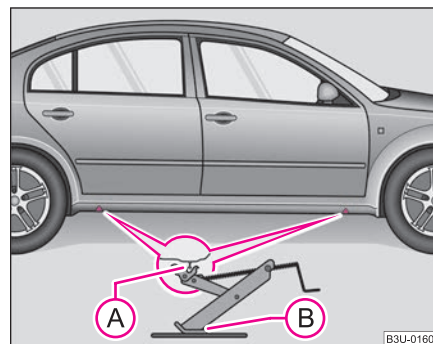

Fig. 195 Înlocuirea roții: Puncte pentru fixarea cricului
- Pentru ridicarea autovehiculului căutați punctul de fixare a cricului cel mai apropiat de roata defectă ⇒ pagina 251, fig. 195.
- Așezați cricul astfel încât gheara acestuia să cuprindă elementul vertical de sub prag (A), și suprafața de sprijin a cricului (B) să se afle complet pe sol.